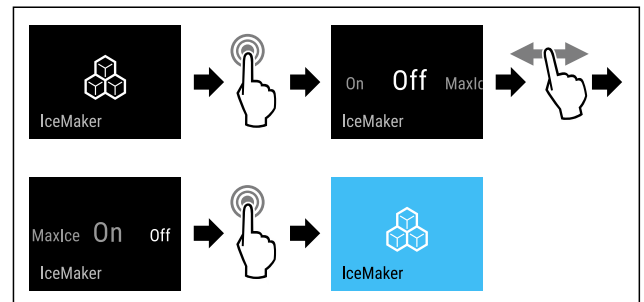

Fig. 16
► Complete the steps (see Fig. 16) .